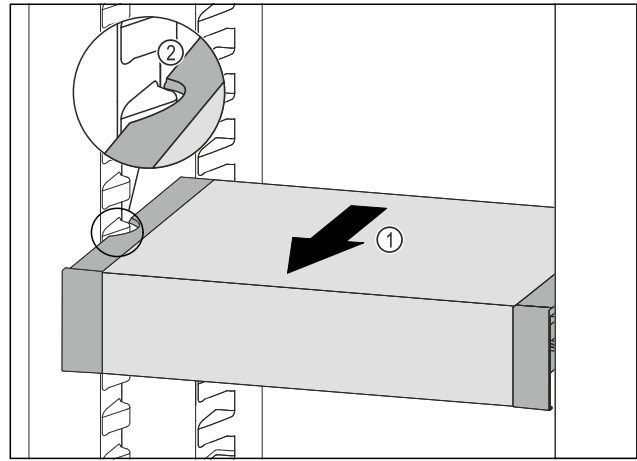

Fig. 121
- ▶ Tirer le VarioSafe vers l'avant Fig. 121 (1) jusqu'à ce que les encoches latérales du VarioSafe se trouvent au niveau de la nervure du bac dans la partie réfrigérateur. Fig. 121 (2)